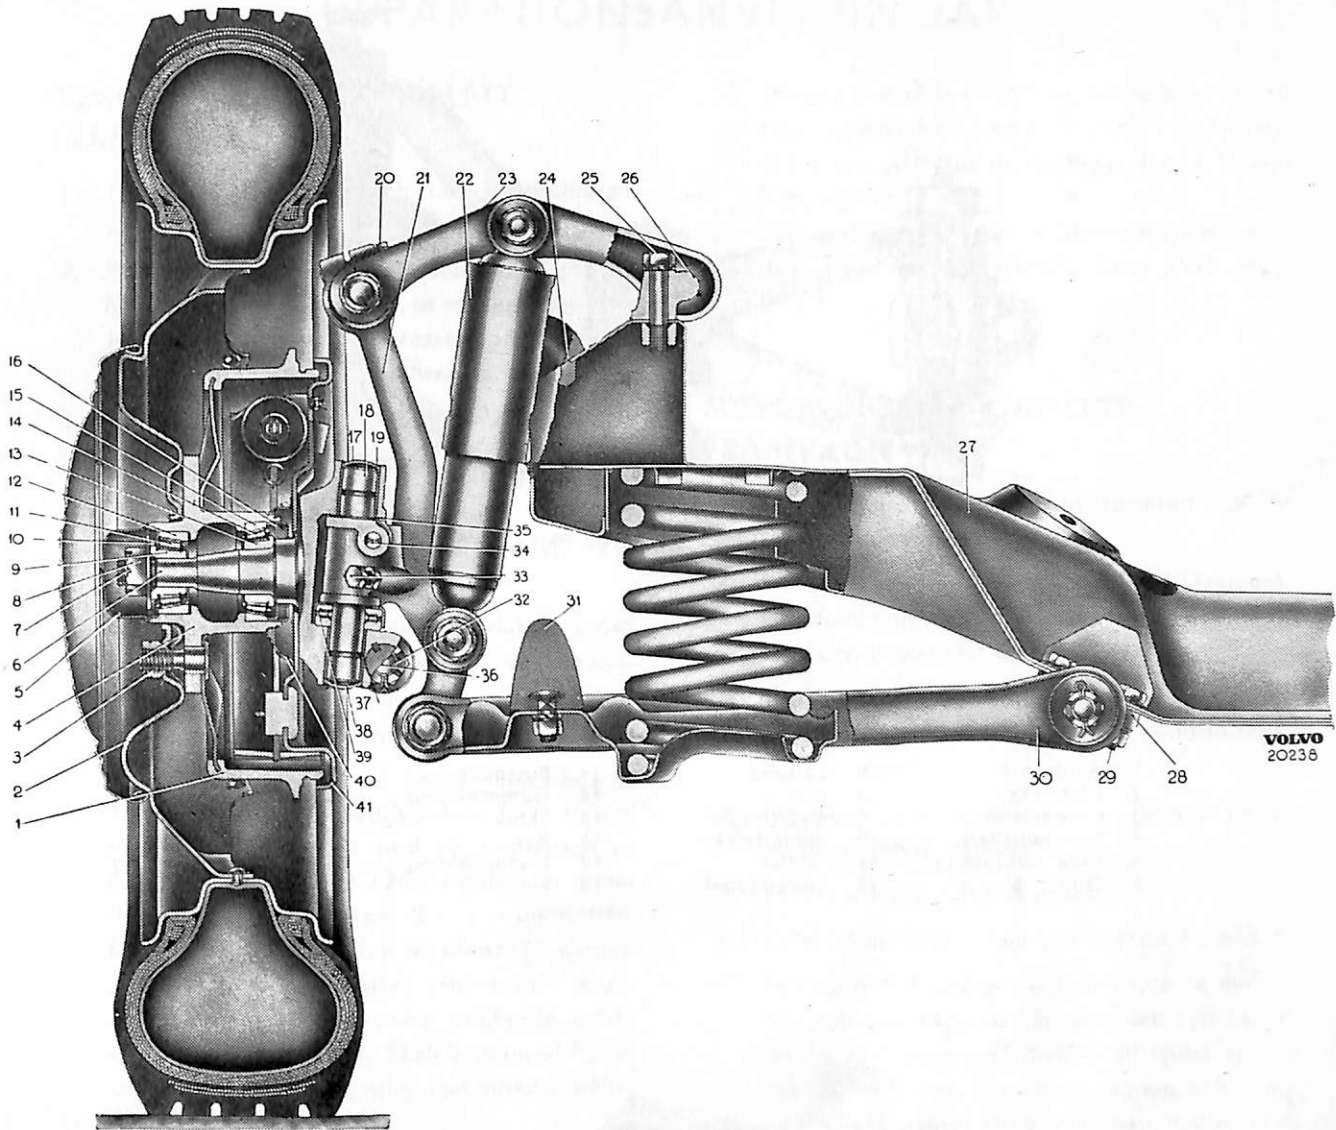

Bild 7. Framaxel.
Hjulspindeln (6 bild 7) uppbäres av den på spindelhållaren fastsatta spindeltappen (18) vid vilken hjulspindeln är rörligt förbunden. Spindelhållarens axialtryck upptages av ett kullager (39).
4. Demontera de fyra skruvar som håller bromsskölden (41 bild 7) och stänkplåten (40) vid hjulspindeln. Lyft av bromsskölden varefter den binds upp med en tråd eller dylikt så att inte bromsslangen skadas.